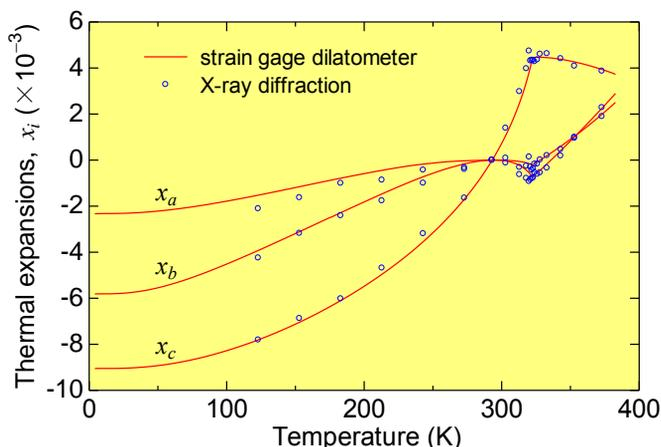

図2 熱膨張  $x_a$ ,  $x_b$ ,  $x_c$  の温度依存性
- ▶ 本熱膨張計による結果 (赤い曲線) と X線回折で測定した格子定数から求めた結果 (青い丸) は良く一致していた (図2)。また、相転移点322.6 K付近で明確な変化が認められる。この熱膨張計で測定した単斜角  $\beta$  の温度依存性も同様にX線解析の結果と良く一致していた。